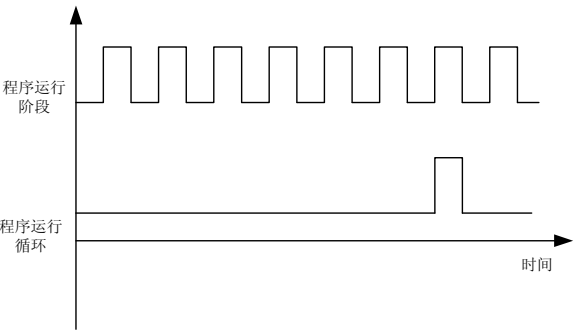

图 7-24 程序运行输出
- 程序运行阶段完成：每个阶段完成时刻，发送一个 500mS 的脉冲信号，如图 7-24 所示。
- 程序运行循环完成：7 段程序完成时刻，发送一个 500mS 的脉冲，如图 7-24 所示。